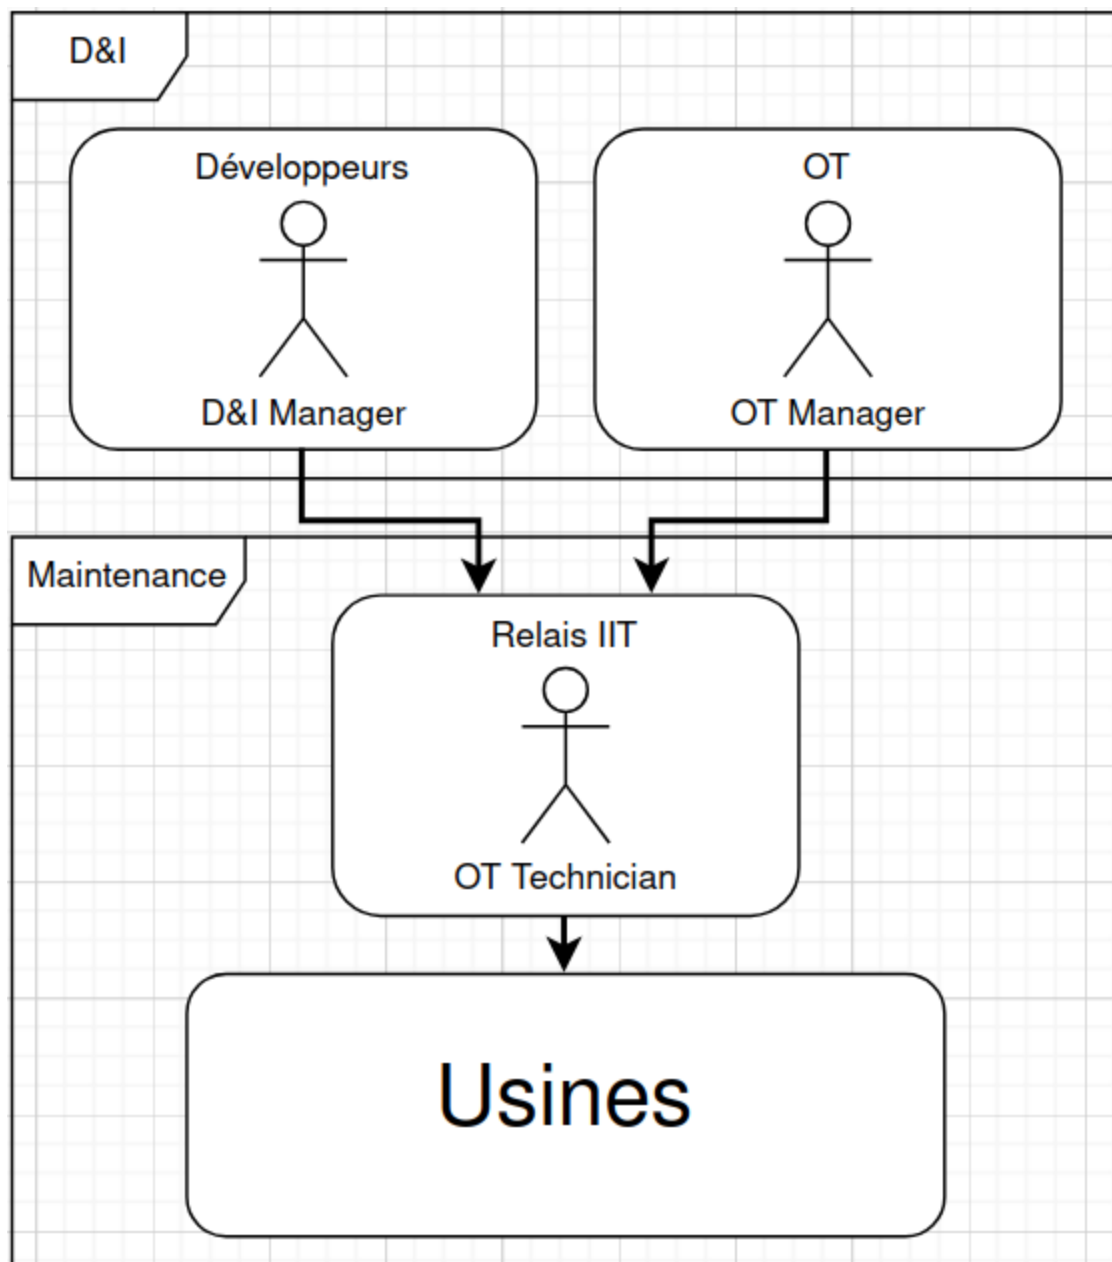

Figure 6 : schéma de l'organisation du SI²
Le service informatique (SI) au sein de HagerGroup se divise en quatre grands groupes (cf. Figure 6) :